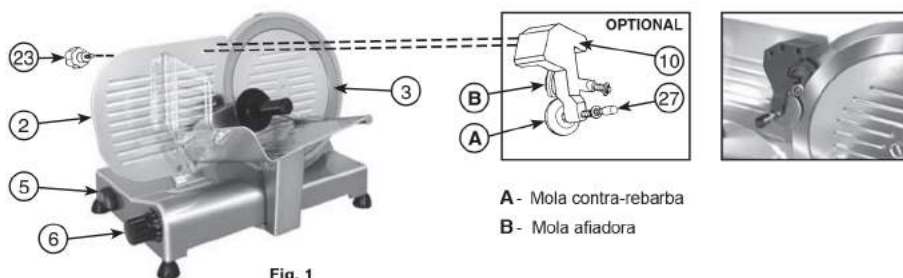

Fig. 1
- Posicionar o anteparo móvel (2) à máxima distância da lâmina (3) girando o botão graduado (6)
- Colocar o conjunto afiador (10) no anteparo móvel (2) como indicado na Fig. 1 bloqueando-o com o parafuso (23).
- Premir o interruptor de accionamento do motor (5) para activar o afiamento automático; se for necessário, girar o botão graduado (6) até que a mola afiadora gire junto com a lâmina.
- Deixar a lâmina afiar automaticamente por cerca um minuto, então proceder premindo o botão de pressão da mola contra-rebarba (27) por cerca dois-três segundos; temporaneamente deixar o botão e desligar o motor.
- Efectuada a afiação, tirar o afiador (10) do aparador móvel (2) e torne a inserir o mesmo no local original.